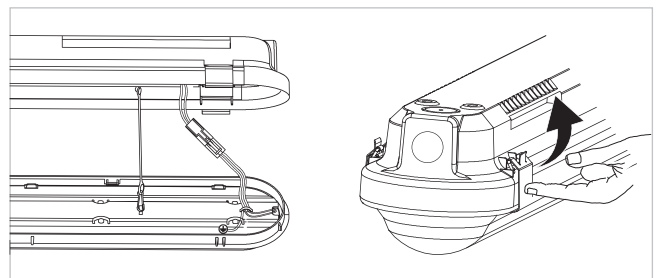

Abb. 9: Leuchte verschließen
6. Bringen Sie die Abdeckung wieder in ihre ursprüngliche Position und schließen Sie die Halteklammern. (Abb. 9)